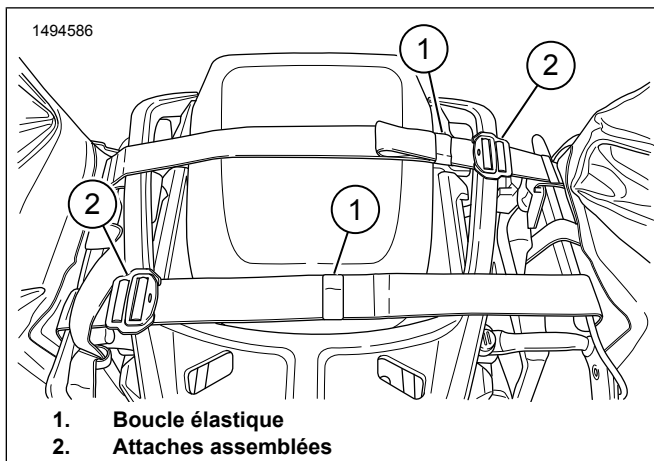

Figure 3. Sangles au-dessus du siège arrière
4. Figure 3 Installez les sacs sur le véhicule avec des sangles attachées par-dessus le siège arrière.
6. Figure 3 Placez les sangles supplémentaires dans les boucles élastiques (1).